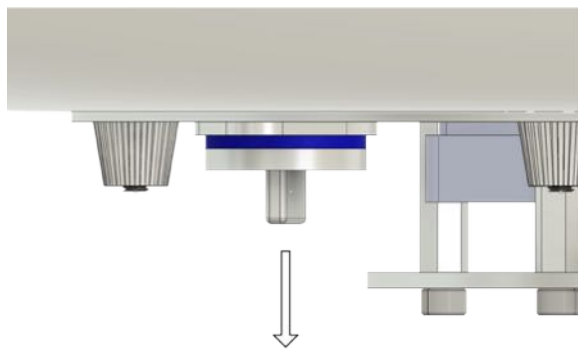

Abb. 3
3. Pour permettre à l'air de s'échapper plus rapidement, ouvrez le verrou tournant sur la plaque de base (Fig. 3)